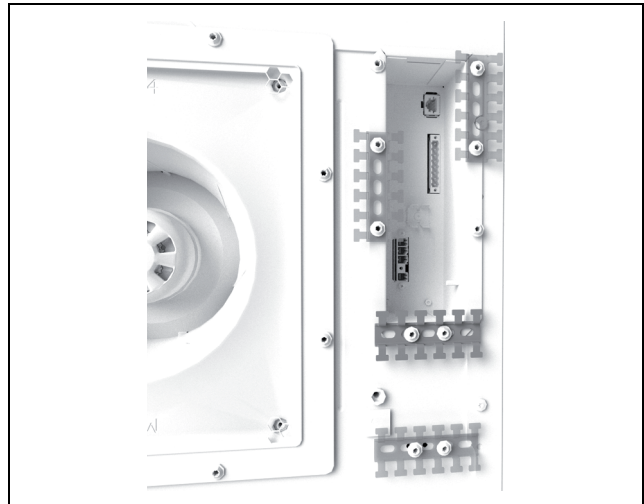

Abb. 39: Anbringen der Hammerfußschiene (beispielhafte Darstellung)
- Der Kabelschirm kann an der Hammerfußschiene (Abb. 39) kontaktiert werden.